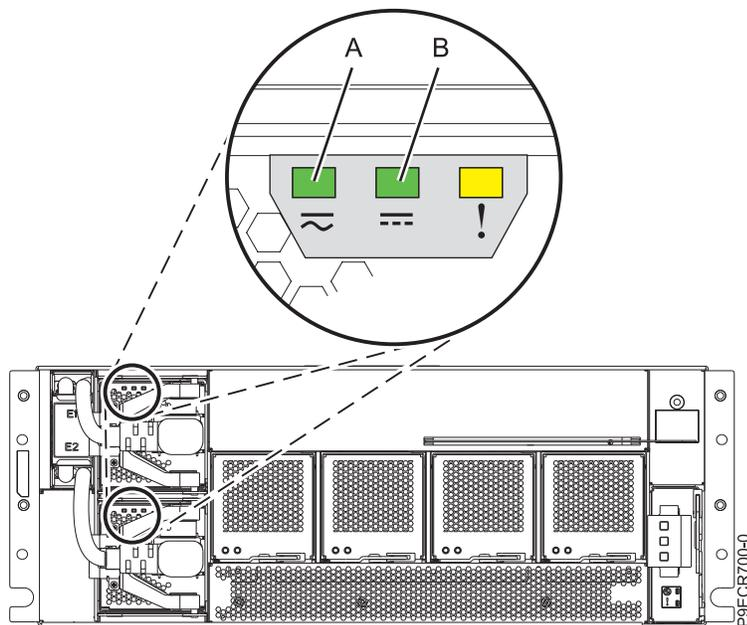

Figura 8. LED de fuentes de alimentación en el cajón de expansión PCIe3 EMX0
- c. Verifique que el LED de error de color ámbar (LED de la derecha) de la fuente de alimentación sustituida no esté encendido, el LED de entrada de color verde (LED de la izquierda) y el LED de salida (LED central) estén encendidos fijos. Consulte **(A)** y **(B)** en la Figura 8.
- b. Verifique que el LED de error de color ámbar (LED de la derecha) de la fuente de alimentación sustituida no esté encendido, el LED de entrada de color verde (LED de la izquierda) y el LED de salida (LED central) estén encendidos fijos. Consulte **(A)** y **(B)** en la Figura 8.